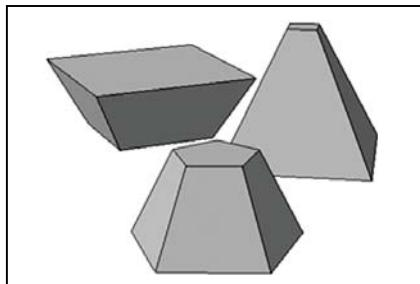

Рис. 4.8. Усеченная пирамида
- ◆ Создание усеченной пирамиды. Для создания усеченной пирамиды, сужающейся к плоской грани, используют параметр «*Радиус верхнего основания*». Грань усечения параллельна основанию и имеет такое же количество сторон, что и в основании (рис. 4.8).